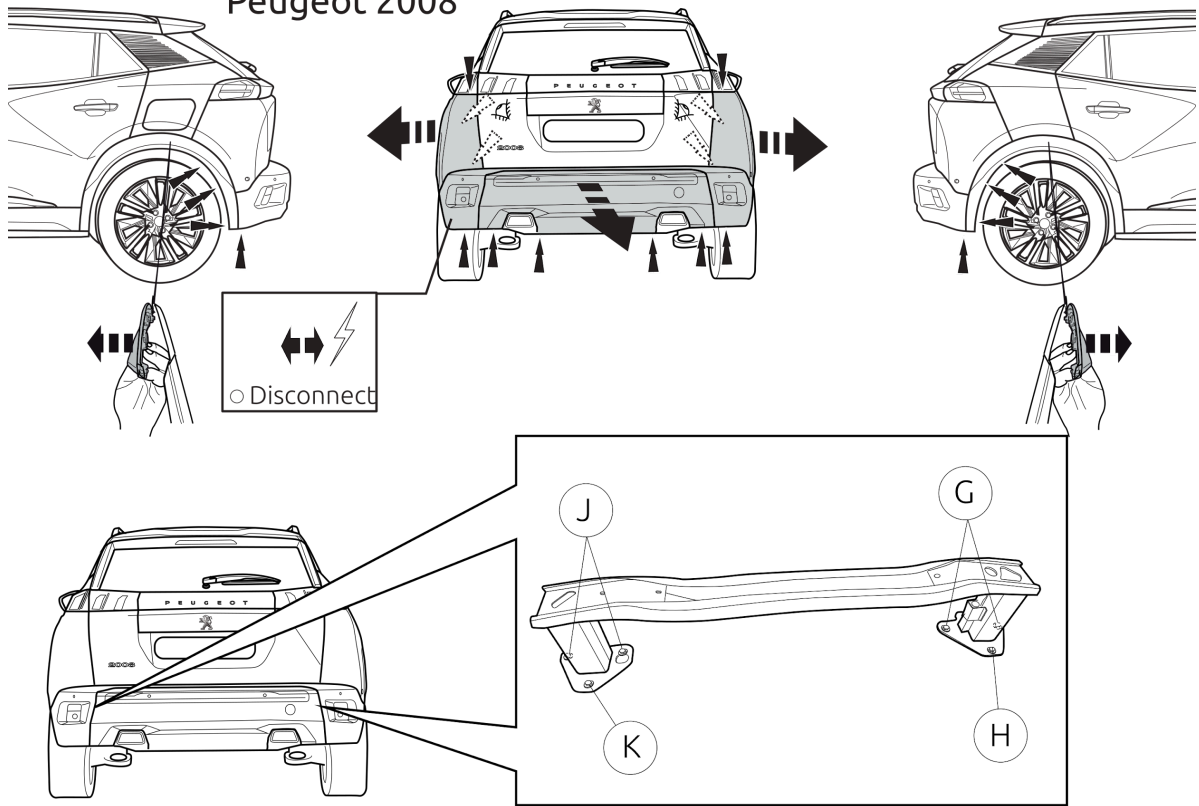

Fig. 1
1. Снять бампер. См. рисунок 1 -> 7.